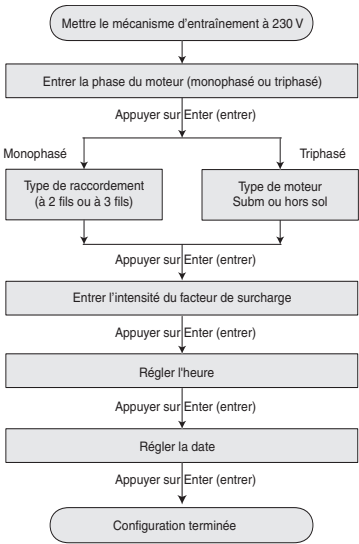

Figure 10 – Guide de configuration du mécanisme d'entraînement.
1. Programmer le mécanisme d'entraînement : Mettre sous tension l'INTELLIDRIVE® de PENTEK. Setup Guide (guide de configuration) apparaîtra à l'écran. Suivre la séquence de pression des touches illustrée à la figure 10.